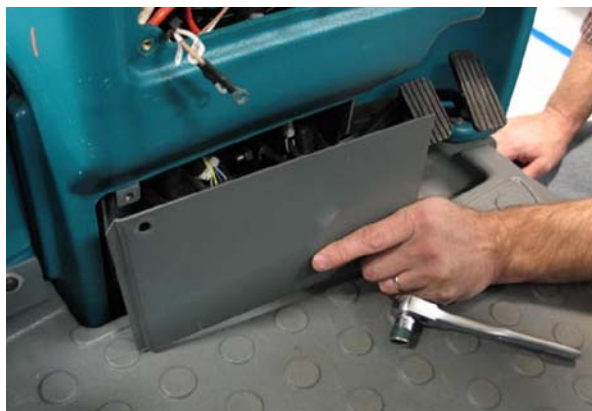

FIG. 2
2. Retire el panel de acceso. (Fig. 2)